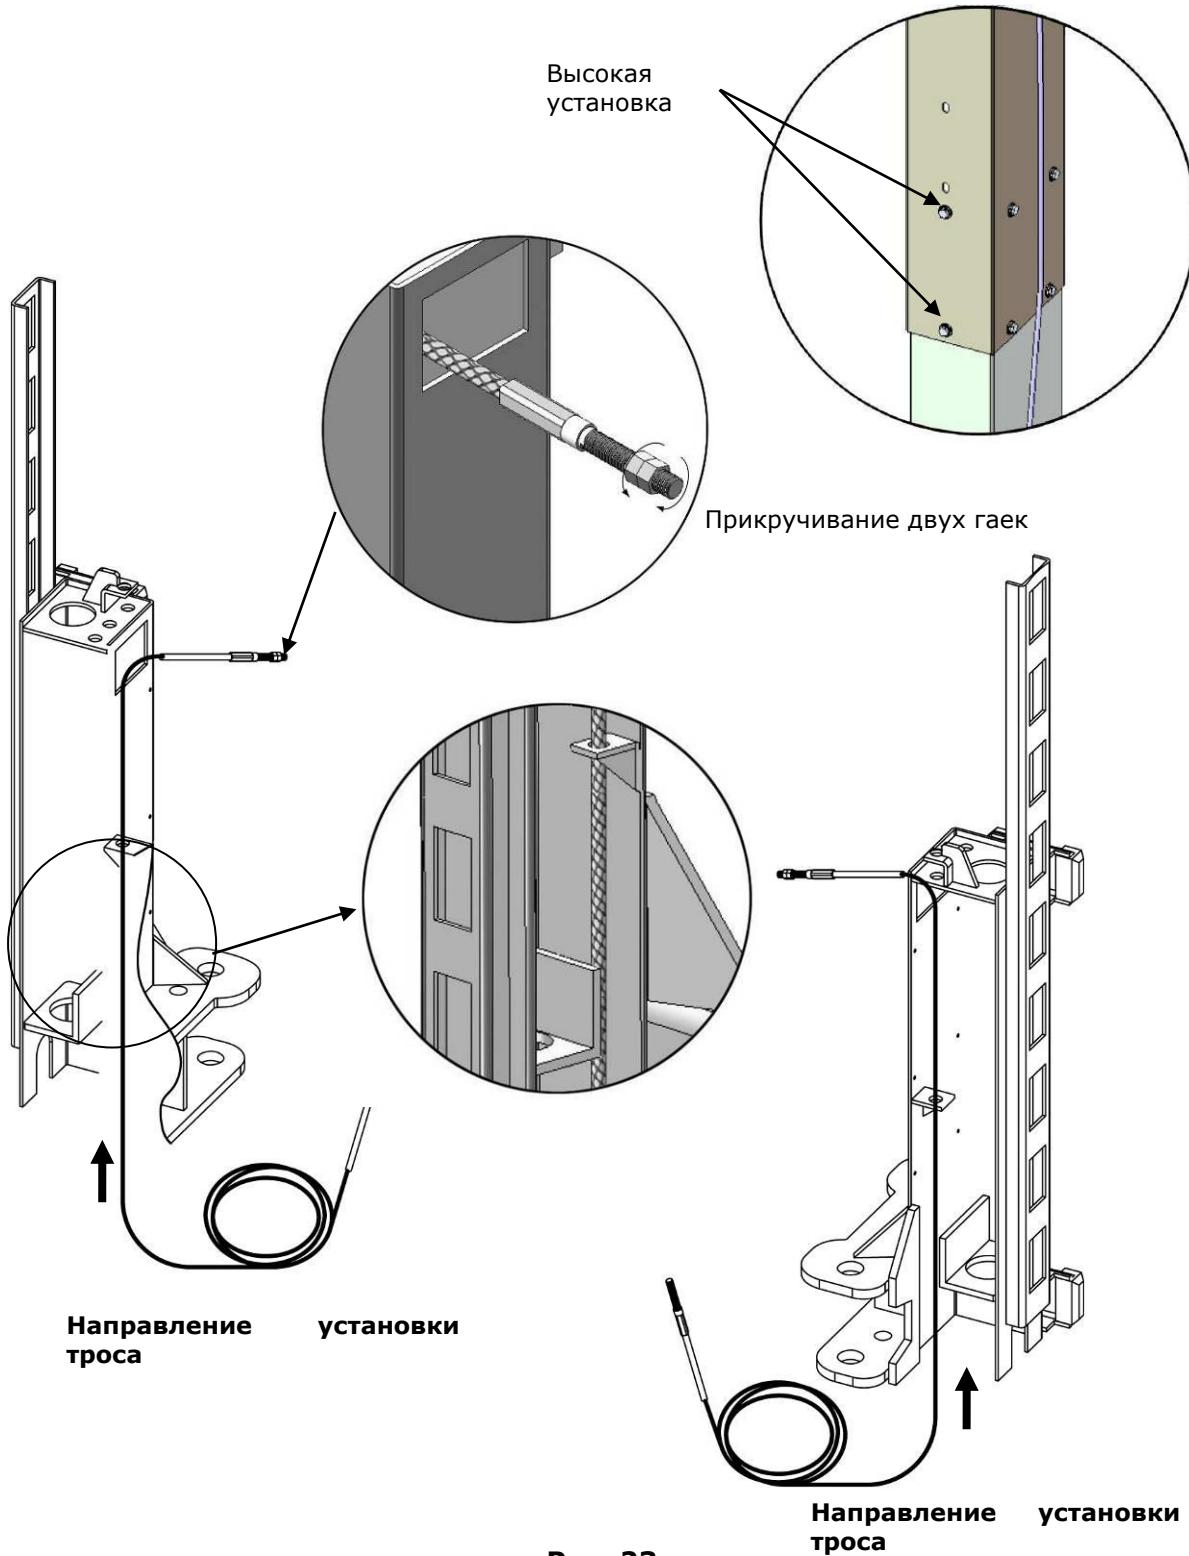

Рис. 23
2.1. Трос прокладывается от нижней части кареток и протягивается через отверстие кареток, затем прикручиваются две гайки (**см. рис. 23**).